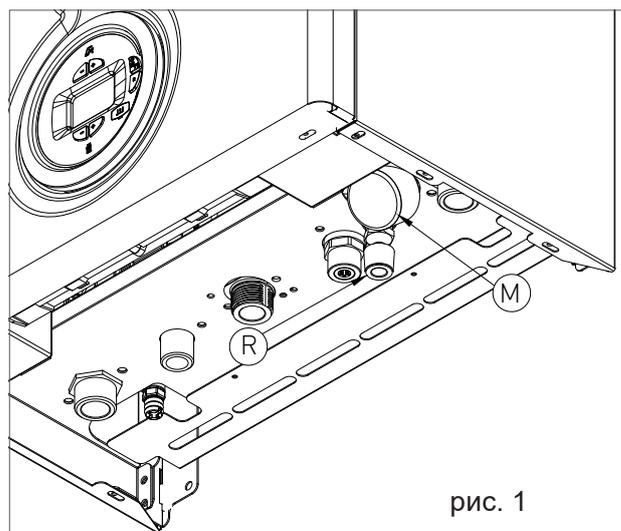
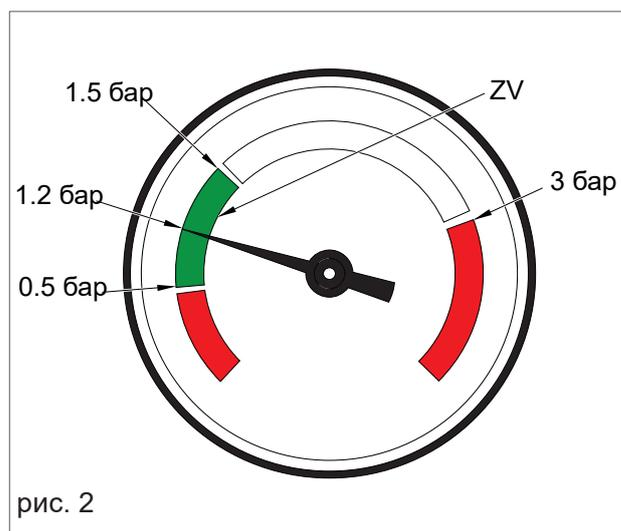

рис. 1
рис. 2
4. ИНДИКАТОР НАЛИЧИЯ ПЛАМЕНИ / ТАКЖЕ ПРЕДСТАВЛЯЕТ СОБОЙ ТРЁХСТУПЕНЧАТУЮ ШКАЛУ, ОТОБРАЖАЮЩУЮ ИЗМЕНЕНИЕ УРОВНЯ МОЩНОСТИ НАГРЕВА КОТЛА (РИС.2). ПЕРЕКРЕСТНОЕ ПЛАМЯ (МИГАЮЩЕЕ) УКАЗЫВАЕТ НА НАЛИЧИЕ БЛОКИРОВКИ НЕИСПРАВНОСТИ, ТРЕБУЕТСЯ СБРОС;
Для восстановления давления воды внутри системы, откройте кран для заполнения «R» (рис. 1) и с помощью манометра «M» убедитесь, что значение давления системы достигает средней части зеленой зоны 'ZV' (которая соответствует 1,2 бар, см. рис. 2).
Затем надёжно закройте кран для заполнения «R» (рис. 1).